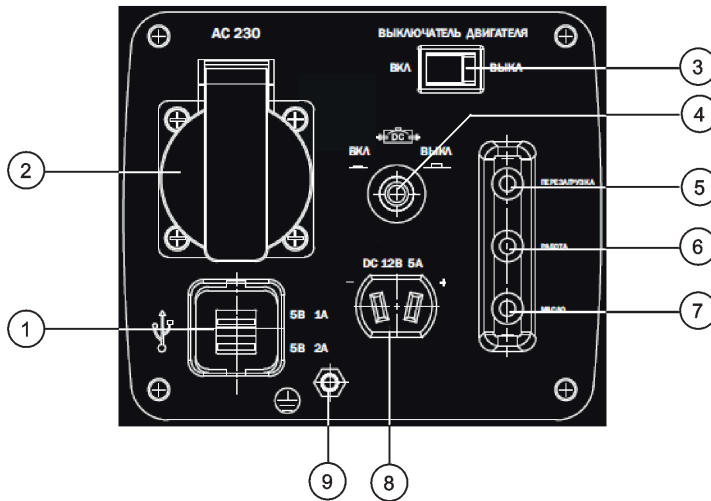

Рис. 2
3. Установите выключатель двигателя 3 (Рис. 2) в положение «Вкл»
2. Установите выключатель двигателя 3 (Рис. 2) в положение «Выкл.».